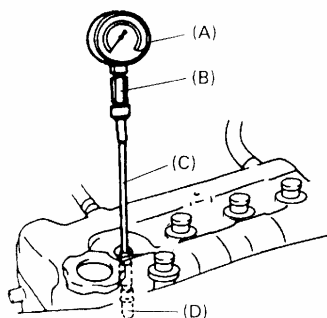

Рис. 4-133.
6). Как показано на Рис. 4-133, вставить специальный инструмент в монтажное отверстие для свечи зажигания (манометр цилиндра).